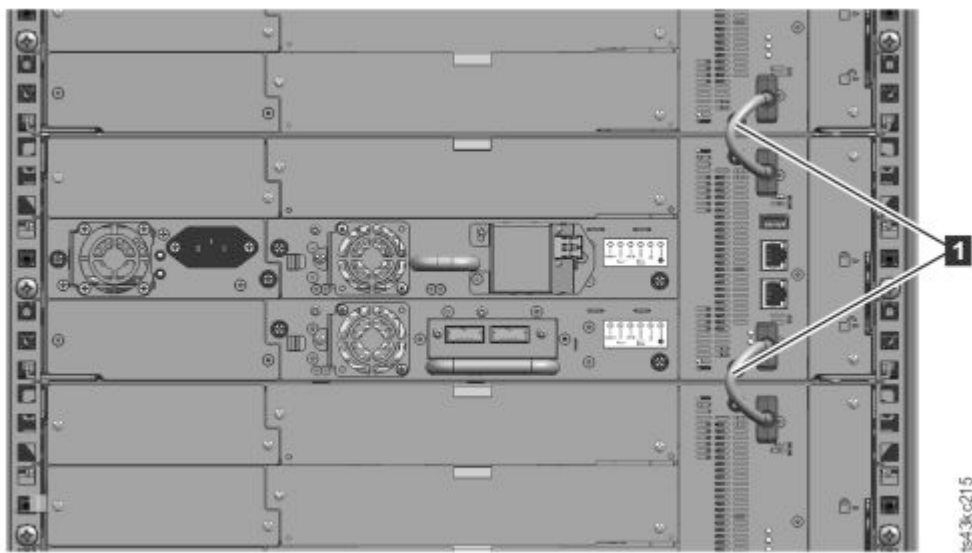

図 48. 接続されたモジュール
5. ライブラリーの背面から、各ペアのモジュールを、図 48 に示されているように、拡張相互接続ケーブル (1) を使用して隣接モジュールに接続します。